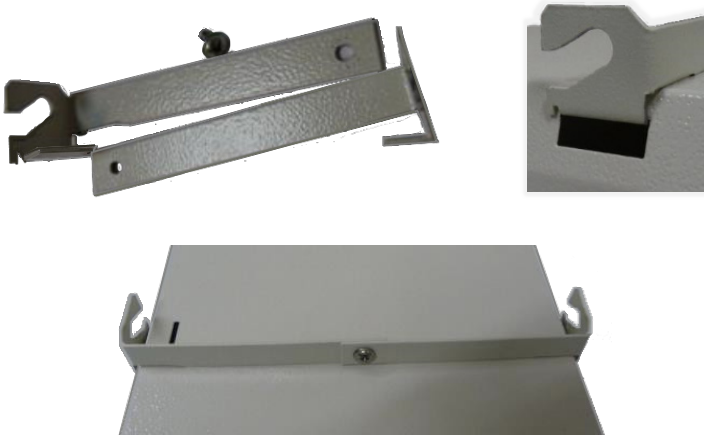

Fig. 2
6. Introduzca el panel en el marco de tal manera que las aberturas en las partes No. 1 deslicen sobre ambos pasadores del marco (Fig. 2)